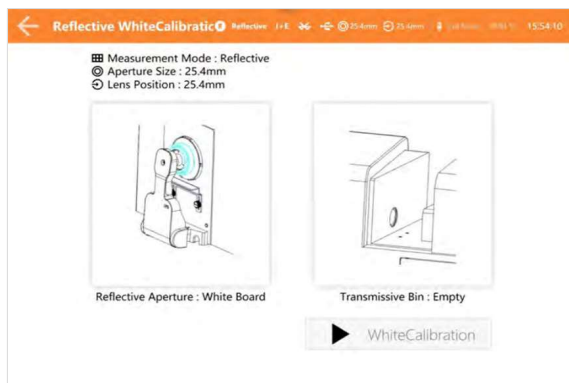

Рис.6 Калибровка белого
**Шаг 3.** После завершения калибровки черного спектрофотометр автоматически перейдет к калибровке белого (рис.6). Разместите белый калибровочный эталон в соответствии с подсказкой на экране спектрофотометра, затем нажмите кнопку измерения, чтобы прибор начал выполнять калибровку белого, или нажмите «←», чтобы отказаться от калибровки белого.